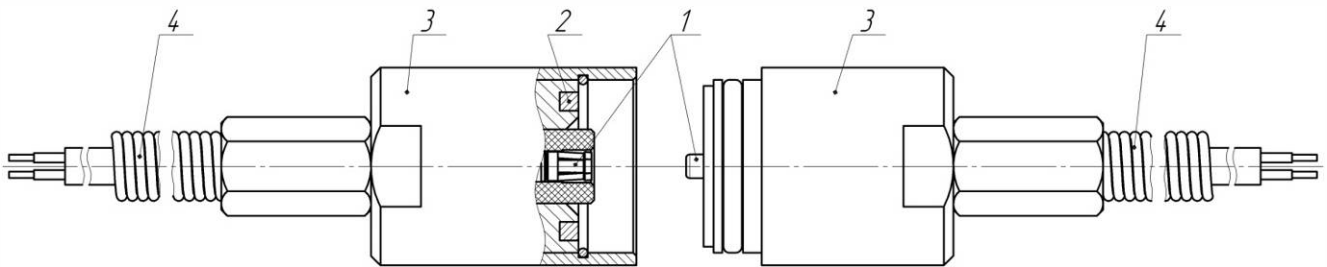

Рисунок 2- Устройство разъема разрывного.
1.4.8 В модификациях прибора БЗА-04 и БЗА-05 в качестве защитной меры от обрыва провода клещей заземления используется разъем разрывной (рисунок 2). В случае если обслуживающий персонал забыл снять клещи до начала движения автоцистерны, при некотором натяжении провода разъем разрывается без повреждения других частей оборудования. Разъем позволяет производить многократное разъединение-соединение провода клещей.